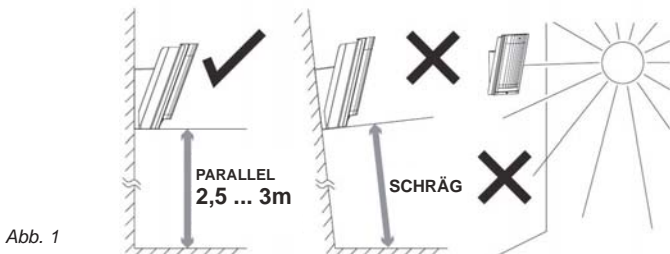

Abb. 1
- Der Melder sollte so installiert werden, dass die untere Fläche des Meldergehäuses parallel zur Ebene des zu erfassenden Bereichs liegt (entweder direkt an der Wand bzw. für die Ausrichtung kann das mitgelieferte Gelenk verwendet werden). Diese Bedingung hat einen großen Einfluss auf die Immunität gegen Fehlalarme (Abb. 1).